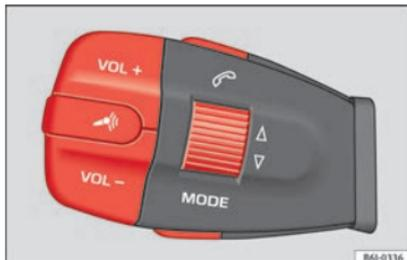

Abb. 80 Tasten der Multifunktionseinheit.
Wird bei aktiviertem System die Taste **» Abb. 80** („PTT“) gedrückt, aktiviert sich die Sprachsteuerung und falls kein Telefon angebunden ist, aktiviert sich die Sichtbarkeit und die Suche eines Telefons wird gestartet.
- Schalten Sie mit dem Schlüssel die Zündung ein. Das Fahrzeugsystem ist für das Mobiltelefon über Bluetooth für drei Minuten sichtbar. Nach 3 Minuten kann auch durch Drücken der Taste  („PTT“) erneut die Sichtbarkeit für weitere 3 Minuten aktiviert werden **» Abb. 80.**
Das Sprachsteuerungssystem wird durch Betätigen der Taste » **Abb. 80** („PTT“) aktiviert.
Durch Antippen der Taste »» **Abb. 80** („PTT“) am Multifunktionslenkrad kann jederzeit ein Dialog begonnen werden.
Durch Antippen der Taste »» **Abb. 80** („PTT“) am Multifunktionslenkrad kann jederzeit ein Dialog beendet werden. Wenn das System auf ein Kommando wartet, kann der Dialog über den Befehl „**ABBRECHEN**“ beendet werden.
Durch Drücken der Taste »» **Abb. 80** („PTT“) während einer Sprachausgabe wird nur die Ausgabe beendet. Danach kann ein anderes Kommando gegeben werden.